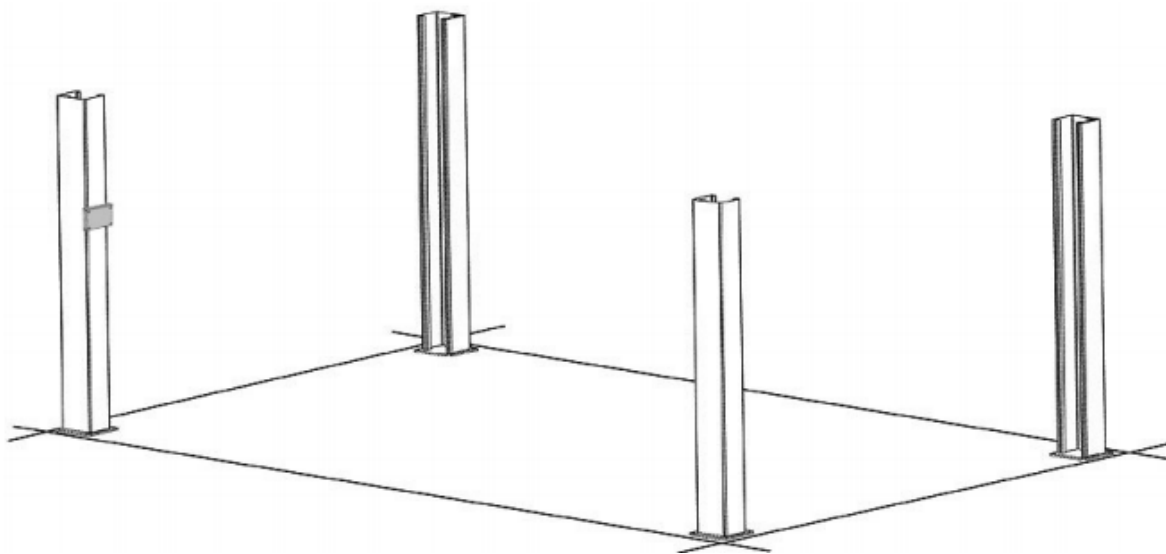

Рис. 3.1
1. Мелом расчертите схему установки подъемника на полу в соответствии с указанными в инструкции размерами. Обратите внимание на место расположения гидроагрегата. Расположите и установите стойки в соответствующих отмеченных меловыми линиями. **НЕ ЗАКРЕПЛЯЙТЕ** стойки к полу болтами на этом этапе установки. Соблюдайте осторожность, чтобы не допустить падение стоек (см. рис. 3.1).